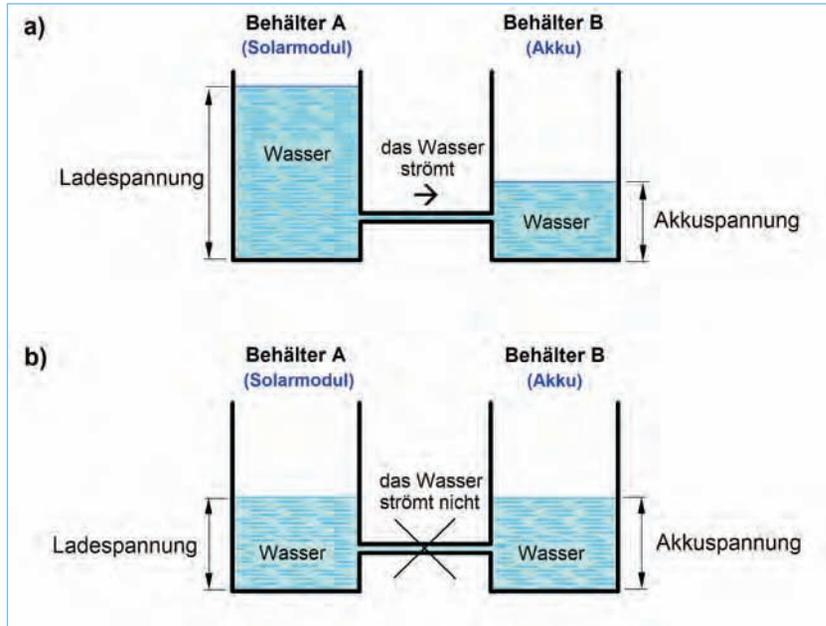

Abb. 7.7 – Wie kräftig (und wie lange) das Wasser von Wasserbehälter **A** in **B** strömt, hängt von dem Höhenunterschied der Wasserspiegel in den Behältern ab.
Beispiel von zwei Wasserbehältern, die miteinander nach *Abb. 7.7* mit einem Wasserrohr verbunden sind.
Ein Laderegler kann jedoch den eigentlichen Ladestrom in die Batterie nicht hineinpumpen, sondern nur auf ähnliche Weise hineinfließen lassen wie das Verbindungsrohr zwischen den zwei Wasserbehältern in *Abb. 7.7*. Die Höhe des jeweiligen Ladestroms bestimmt dabei die Batterie selbst – vorausgesetzt das Solarmodul ist im Stande den Ladestrom zu liefern. In dem Beispiel mit den zwei Wasser-
- Durch parallelen Anschluss einer weiteren Batterie an die bestehende Anlagenbatterie verringert sich der Innenwiderstand des geladenen Energiespeichers, woraufhin der Ladestrom steigt. Nicht vergessen: Wie bereits in Zusammenhang mit Abb. 7.7 erklärt wurde, ist ein Spannungsausgleich beider Batterien vor ihrer leitenden Verbindung erforderlich.